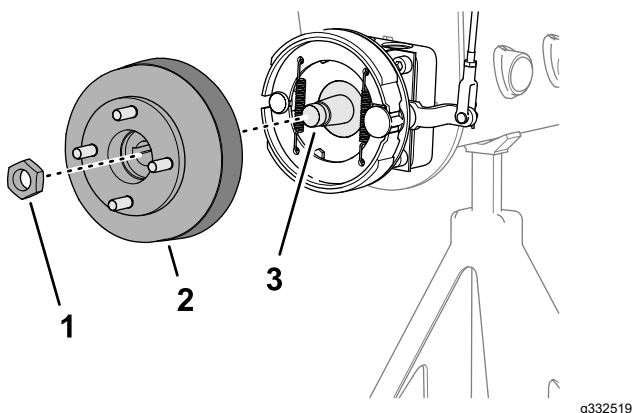
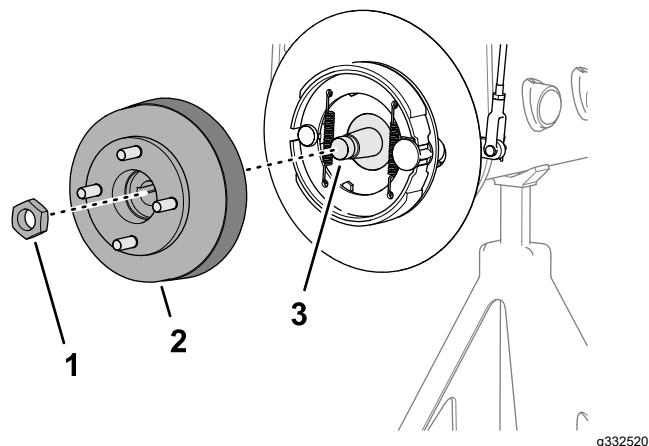

Bild 63
Bild 64
1. Entfernen Sie die Sicherungsmutter, mit der die Nabe an der Radmotorwelle befestigt ist (Bild 63 oder Bild 64).
4. Verwenden Sie den angegebenen Radnabenabzieher, um die Radnabe und die Bremstrommel von der Radmotorwelle zu entfernen (Bild 63 oder Bild 64).